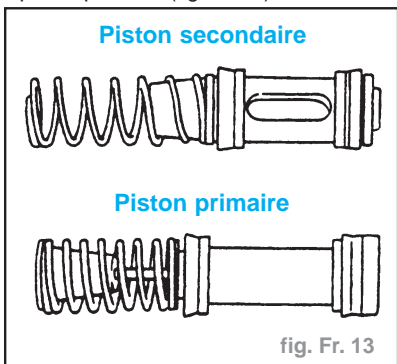

fig. Fr. 13
- Introduire l'ensemble de piston secondaire. Introduire ensuite l'ensemble de piston primaire (fig. Fr. 13).